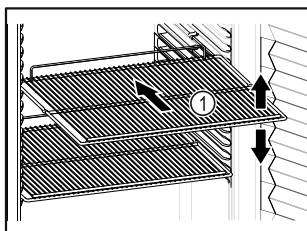

Fig. 75 Ilustrační zobrazení
- ❑ Pokud jsou odstavné rošty Fig. 75 (1) přemístitelné, přizpůsobte je vždy na danou výšku.